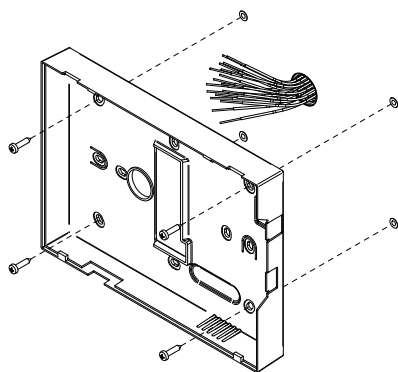

Fig. 10
3. Come mostrato in **Fig. 10**, fissare il coperchio posteriore del videocitofono alla parete avendo cura di mantenere l'orientamento mostrato in figura e di far passare i fili di connessione attraverso l'apposita apertura circolare;